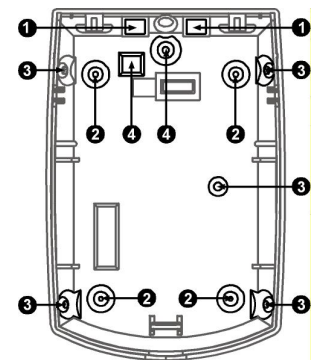

Fig 2 Knockout holes I Orificios troquelados I Trous de débouchure I Fori ciechi I Otwory montażowe
3. Remove the appropriate knockouts for the mounting screws (Fig. 2 - B or C flat or corner installation).
4. The circular and rectangular indentations at the bottom base are the knockout holes (Fig. 2 - D) for wire entry.
3. Extraiga los troqueles correspondientes para los tornillos de montaje (Fig. 2 - B o C para la instalación en una superficie plana o una esquina).
4. Las muescas circulares y rectangulares de la base inferior son los orificios troquelados (Fig. 2 - D) para la entrada de cables.
3. Retirez les débouchures appropriées pour les vis de fixation (Fig. 2 - B ou C installation dans un angle ou à plat).
4. Les empreintes circulaires et rectangulaires sur la base sont les trous de débouchure (Fig. 2 - D) pour l'entrée des fils.
3. Aprire i fori ciechi appropriati per le viti di fissaggio (Fig. 2 - B o C a per l'installazione in piano o ad angolo).
4. I fori ciechi, rotondi e rettangolari, presenti sul fondo della base (Fig. 2 - D) sono per il passaggio dei cavi.